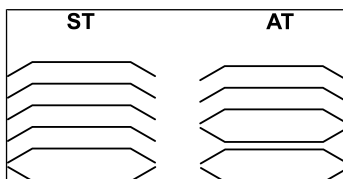

Abb.9: Anordnung der Tellerfedern
1. Legen Sie den Kopfdeckel (4) auf die Zwischenplatte (3) entsprechend der Filzstiftmarkierung auf.
2. Legen Sie die Tellerfedern (5) auf (zur Anordnung siehe Abb. 9).
3. Setzen Sie die Hutmuttern (6) auf und ziehen Sie diese fest (Anzieh-Drehmoment: 5 Nm).